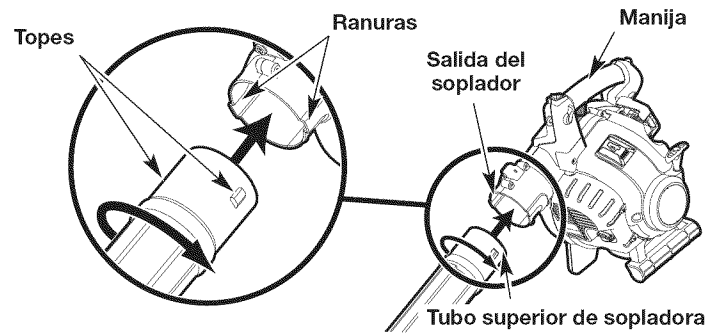

Fig. 1
1. Alinee los topes del extremo superior del tubo superior de la sopladora con las ranuras de la salida de la sopladora (Fig. 1).
2. Inserte el tubo superior de la sopladora en la salida de la sopladora (Fig. 1).
3. Mientras sostiene la manija, gire el tubo superior de la sopladora hacia la derecha hasta que calce en su lugar (Fig. 1).